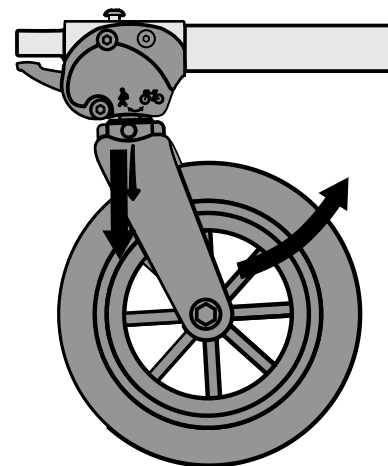
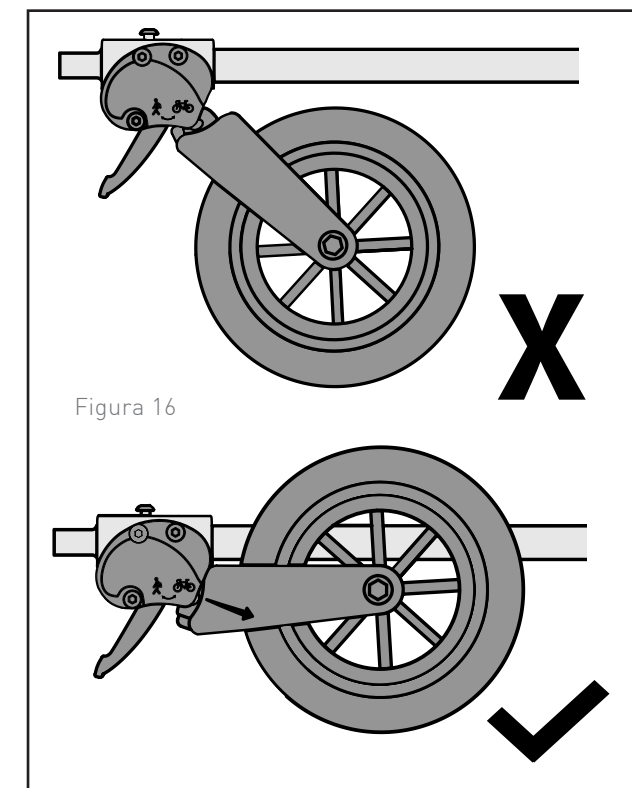

Figura 15
Figura 16
1. Tire de la horquilla hacia abajo (Figura 15) y gire para entrar en el modo de cochecito tal como se muestra. La horquilla quedará automáticamente bloqueada en la posición de remolque cuando esté colocada correctamente (Figura 16).